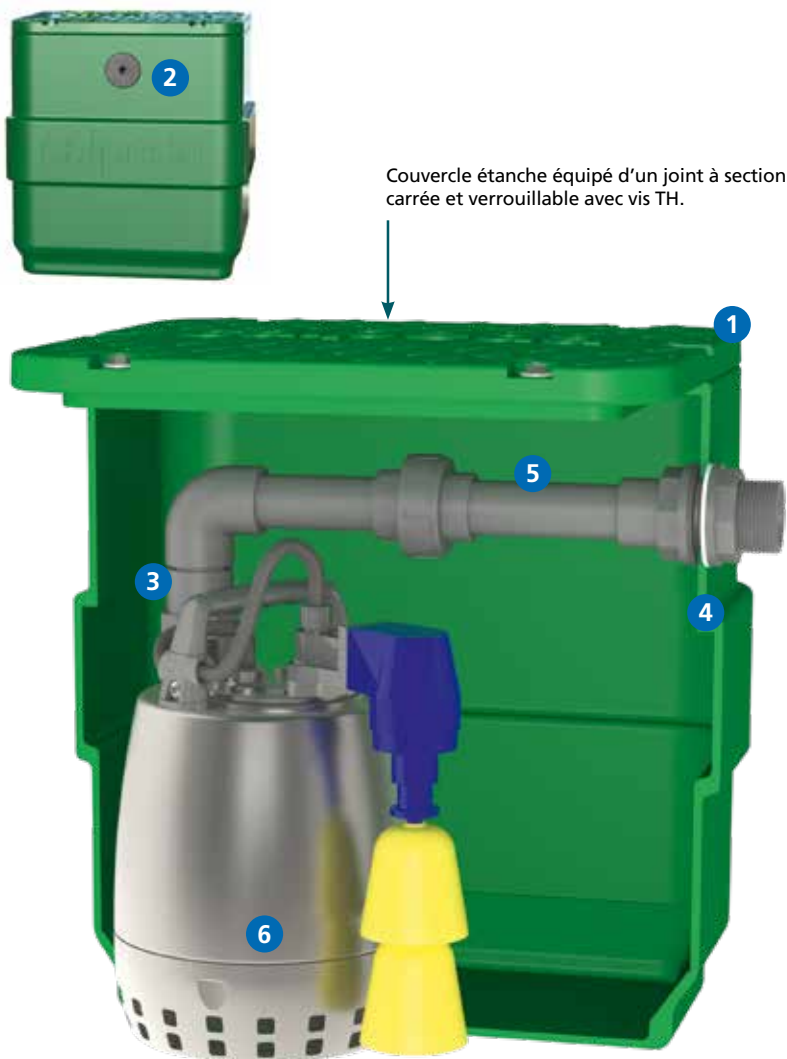

Fig.1
- Raccordement de l'arrivée de l'effluent : selon l'orientation et la hauteur de l'arrivée de l'effluent, percer la cuve dans la zone FEA prévue à cet effet avec une scie cloche Ø 44 mm. Monter 1 des passage de paroi Ø 32 mm **Rep. 8, Fig. 1**, puis raccorder le tuyau d'arrivée de l'effluent avec la colle PVC **Réf. COL** (non fournie).
- Raccorder la vanne de refoulement **Rep. 7, Fig. 1** sur le passe paroi **Rep. 4, Fig. 1** avec la colle PVC **Réf. COL** (non fournie). Raccorder ensuite un tuyau de refoulement Ø 32 mm la vanne de refoulement **Rep. 7, Fig. 1** avec la colle PVC **Réf. COL** (non fournie).
- Percer la cuve à la scie cloche Ø 44 mm), monter le deuxième passe paroi **Rep. 8, Fig. 1** et raccorder un tuyau pour la ventilation.
- S'assurer qu'une accumulation de matière n'empêche pas le bon fonctionnement du flotteur de la pompe **Rep. 6, Fig. 1**, nettoyer si nécessaire.
- Vérifier que le clapet anti-retour **Rep. 3, Fig. 1** ne soit pas bloqué par l'accumulation de matière, pour cela dévisser le raccord en sortie de pompe et procéder à un contrôle visuel.